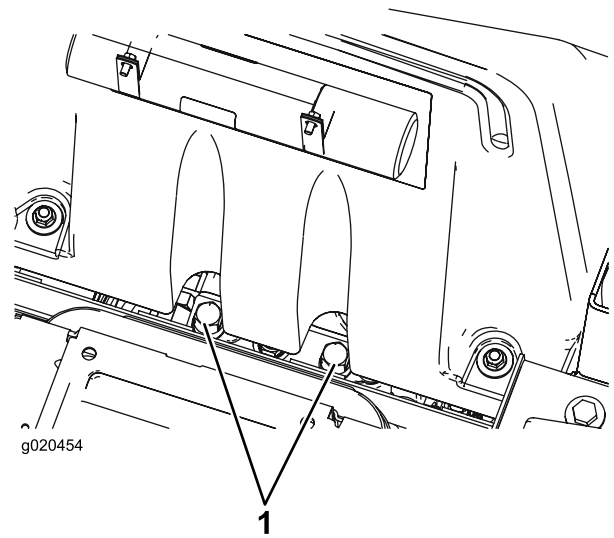

Figura 60
1. Levante el asiento y localice las válvulas de desvío, que están situadas debajo de la parte delantera del depósito de combustible (Figura 60).